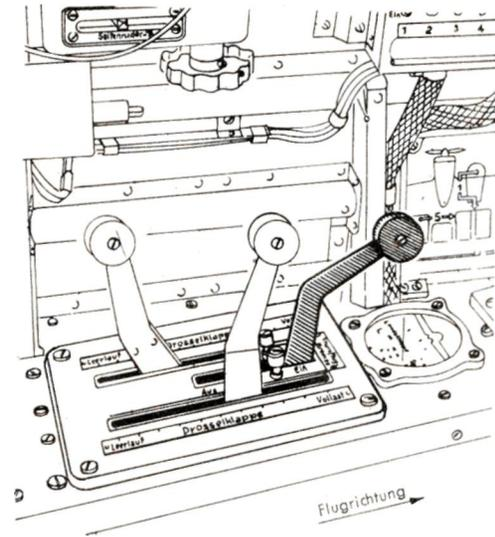

Abb. 29 Bedienehebel Sturzflugbremse
Der Bedienehebel der Sturzflugbremse (Abb. 29) hat im Gegensatz zu den Bedienehebeln für Fahrwerk und Landeklappen-Höhenflosse keine Null-Stellung, sondern zwei Schaltstellungen „Sturzflugbremse Ein“ und „Sturzflugbremse Aus“, wobei die Stellung „Ein“ der Null-Stellung entspricht.
Der Dreiknopfschalter zur Betätigung der Sturzflugbremse ist ein Schalter, dessen Knöpfe nach Beendigung des Betätigungsverganges von selbst in die Nullstellung zurückspringen. Von den drei Knöpfen des Schalters schaltet der erste „Sturzflugbremse Ein“, der zweite „Sturzflugbremse Aus“ und der dritte schaltet das Einziehen der Höhenruder-Trimmklappen' (Abfangvorrichtung). Die ersten beiden Knöpfe werden durch den Bedienhebel (Abb. 29) über ein DuZ-Gestänge und eine Wippe betätigt, während der dritte Knopf durch einen Elektromagneten (3) |Abb. 35) geschaltet wird, sobald der Bombenknopf ausgelöst wird.